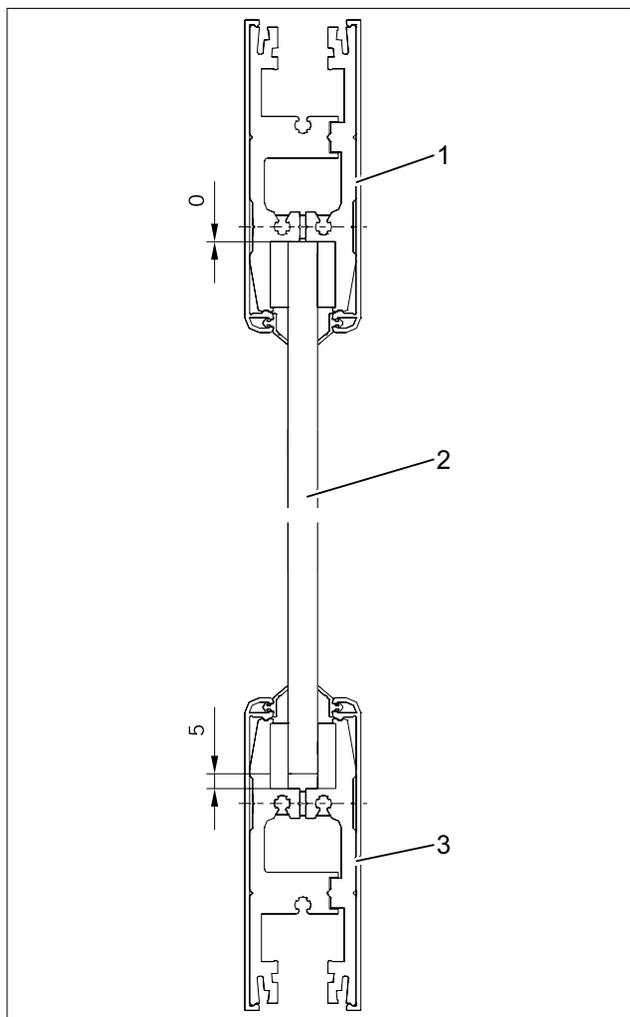

Abb. 8 Türschiene aufschieben
3. Obere Türschiene (Abb. 8/1) auf der Oberseite der Glasscheibe (Abb. 8/2) bis zum Anschlag aufschieben (Abb. 8).
4. Untere Türschiene (Abb. 8/3) auf der Unterseite der Glasscheibe (Abb. 8/2) bis auf 5 mm aufschieben (Abb. 8).